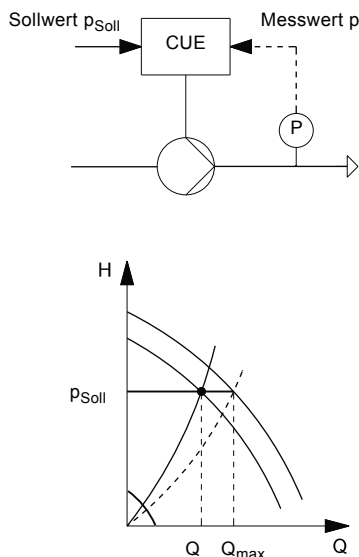

Abb. 23 Konstantdruckregelung
Der PID-Regler vergleicht den erforderlichen Sollwert (p_{Soll}) mit dem vom Sensor (P) gemessenen Ist-Wert (p). Siehe Abb. 23.